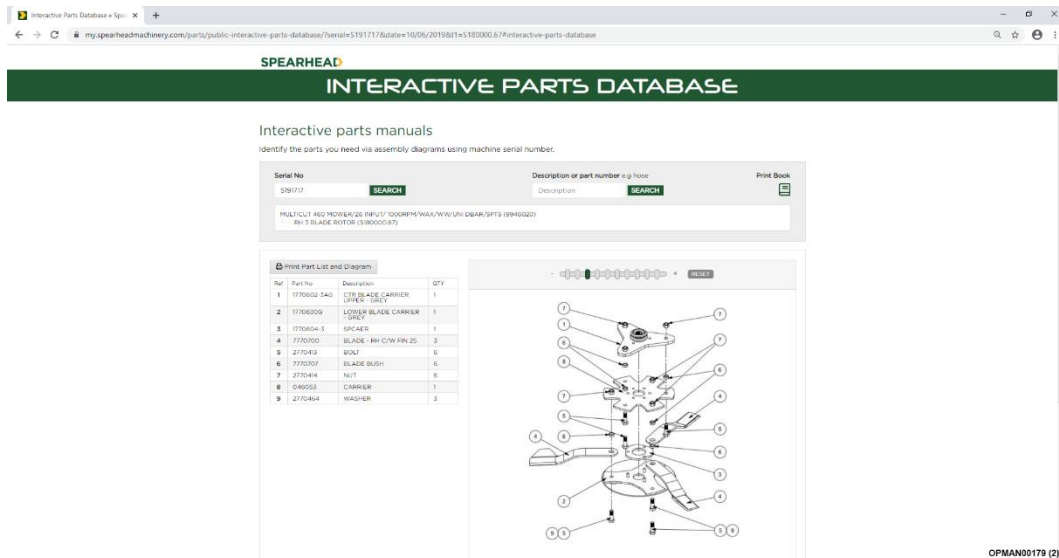

Abbildung 7.4 - Explosionszeichnung mit Stückliste
- 7.1.1.4 Sie erhalten schließlich eine vollständige Explosionszeichnung der Teile für diese spezielle Baugruppe mit Teilenummern und den benötigten Mengen, siehe Abbildung 7.4.